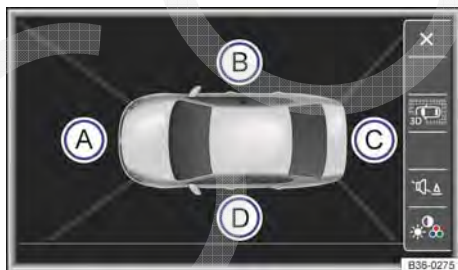

Fig. 207 Exibição da visão do ambiente: vista aérea.
Legenda para Fig. 207
Com a combinação de todas as imagens das câmeras é gerada uma vista aérea 3D → Fig. 207. A vista aérea pode ser selecionada tocando brevemente no veículo dentro da área.
Após tocar nas áreas individuais na vista aérea → Fig. 207 ❶ até ❹ ou na vista em miniatura aérea, as respectivas exibições das imagens das câmeras podem ser selecionadas.